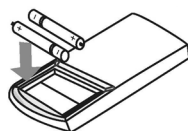

Fig. 2
- Insérez deux nouvelles piles en respectant la polarité (fig.2).